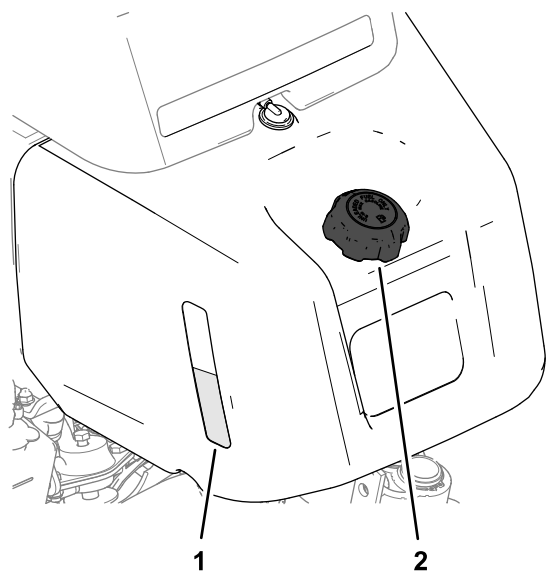
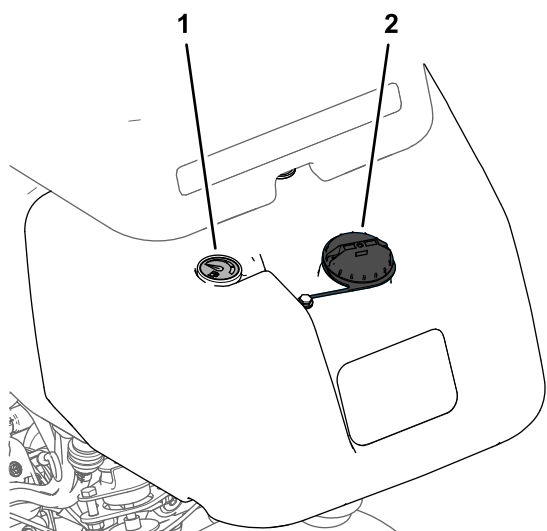

Figura 21
Figura 22
1. Limpie alrededor del tapón de combustible y retírelo (Figura 21 o Figura 22).